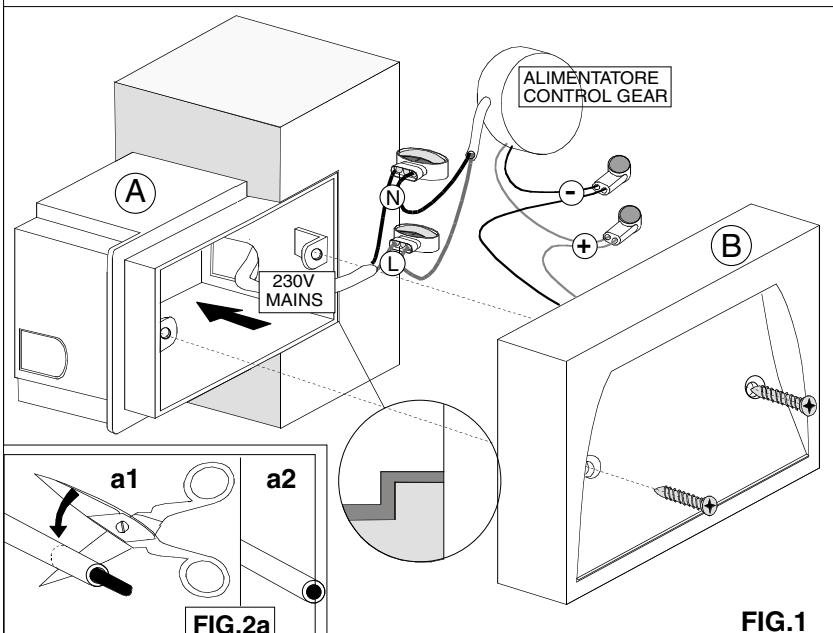

FIG.1
- Inserire nella scatola l'alimentatore e i relativi cablaggi, avvitare l'apparecchio B.**FIG.1**
- Insert the power supply unit and the wiring into the box, tighten the fitting B.**FIG.1**
- insérez l'alimentation dans la boîte et vissez l'unité B.**FIG.1**
- insertar el alimentador en el cuadro y cerrar los tornillos de la unidad B.**FIG.1**